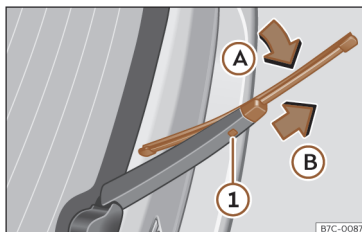

Fig. 39 Cambio de la escobilla de la luneta trasera.
- Rote la escobilla ligeramente >>> **fig. 39** (flecha A).
- Mantenga presionada la tecla de desbloqueo ❶ tirando de la escobilla en el sentido de la flecha B.
- Inserte en el brazo limpialuneta una escobilla nueva **de la misma longitud y tipo**, en sentido contrario a la flecha B hasta que encastre la tecla ❶.